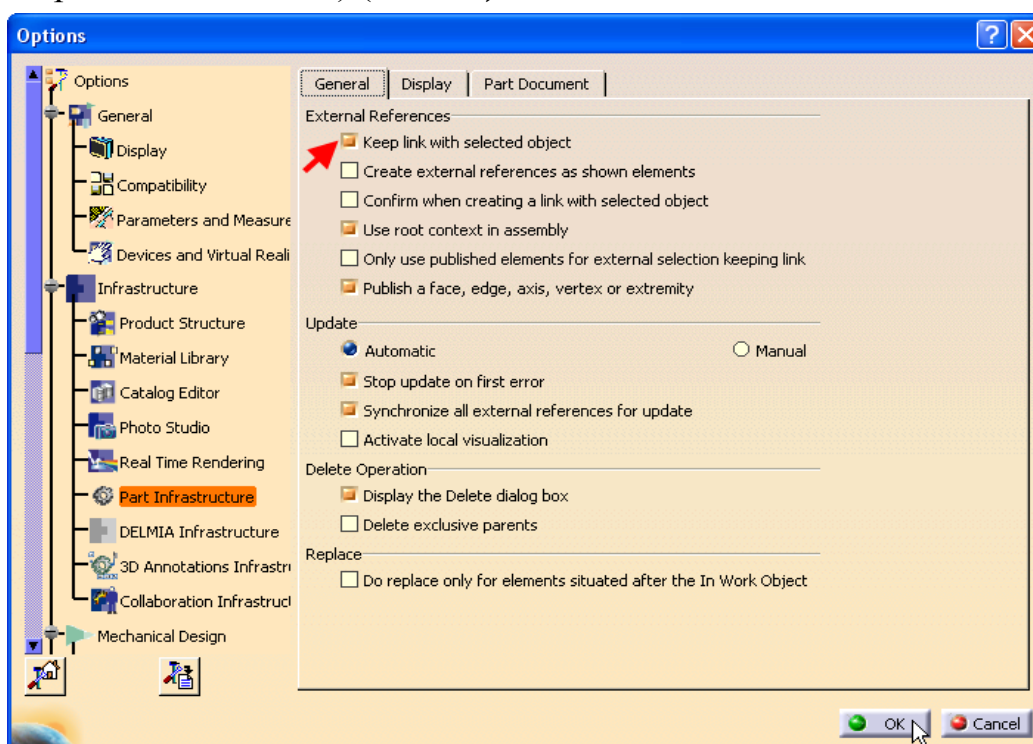

Рис. 52
1) Infrastructure закладка General - в розділі External References (зовнішні посилання) встановити опцію Keep link with selected object (тримати зв'язок з вибраними об'єктами) (Рис. 52);